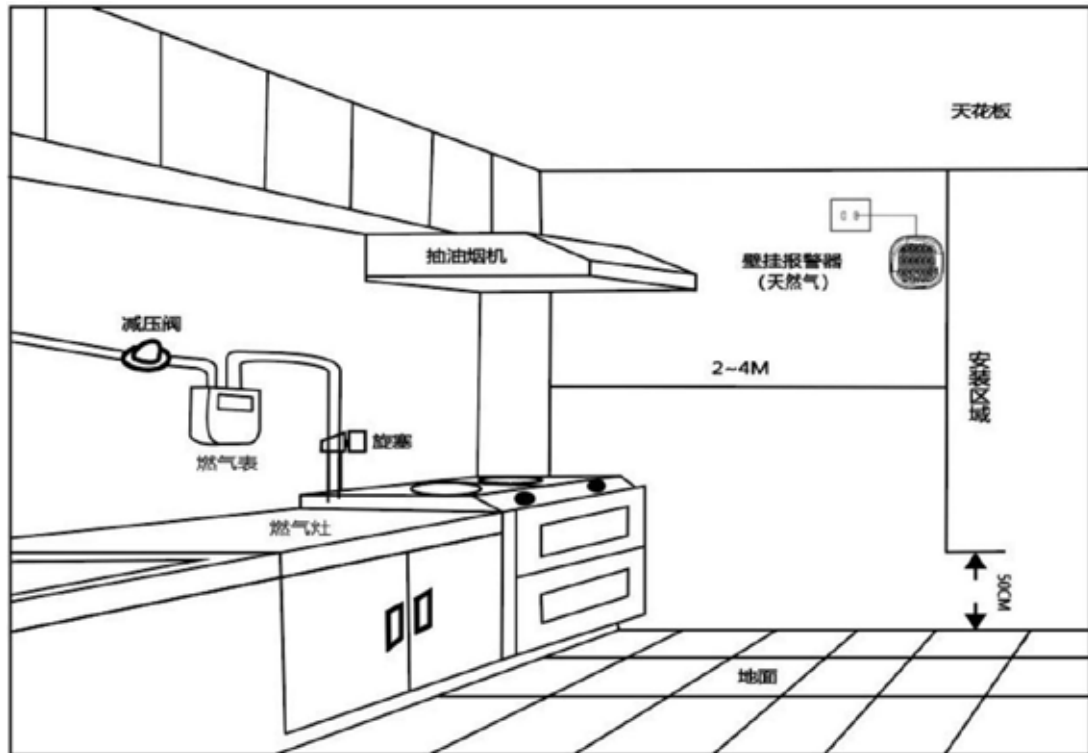

图2
(2) 安装位置不能离燃气灶具太近, 以免探测器受到炉火烘烤; 不能安装在油烟大的地方, 以免引起误报警或探测器进气孔进气不流畅, 从而影响探测器的灵敏度; 也不能安装于排气扇、门窗边与浴室汽水较大处。
(3) 按图2正确接线, 所有接线安装必须符合国家及地方有效法规、标准。应选择线芯粗细适当的导线, 连接探头及辅助装置的导线应有色彩标识, 以免接错, 错误的接线将导致探头不能正常工作。